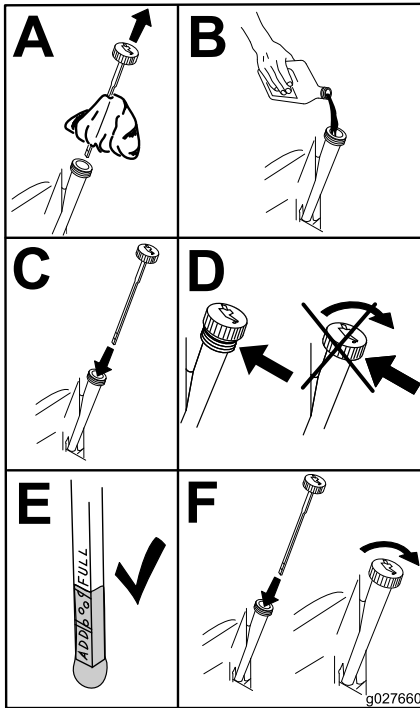

Figure 51
5. Versez lentement environ 80 % de l'huile spécifiée dans le tube de remplissage, puis faites l'appoint lentement jusqu'à ce que le niveau atteigne le repère maximum (Full) (Figure 51).